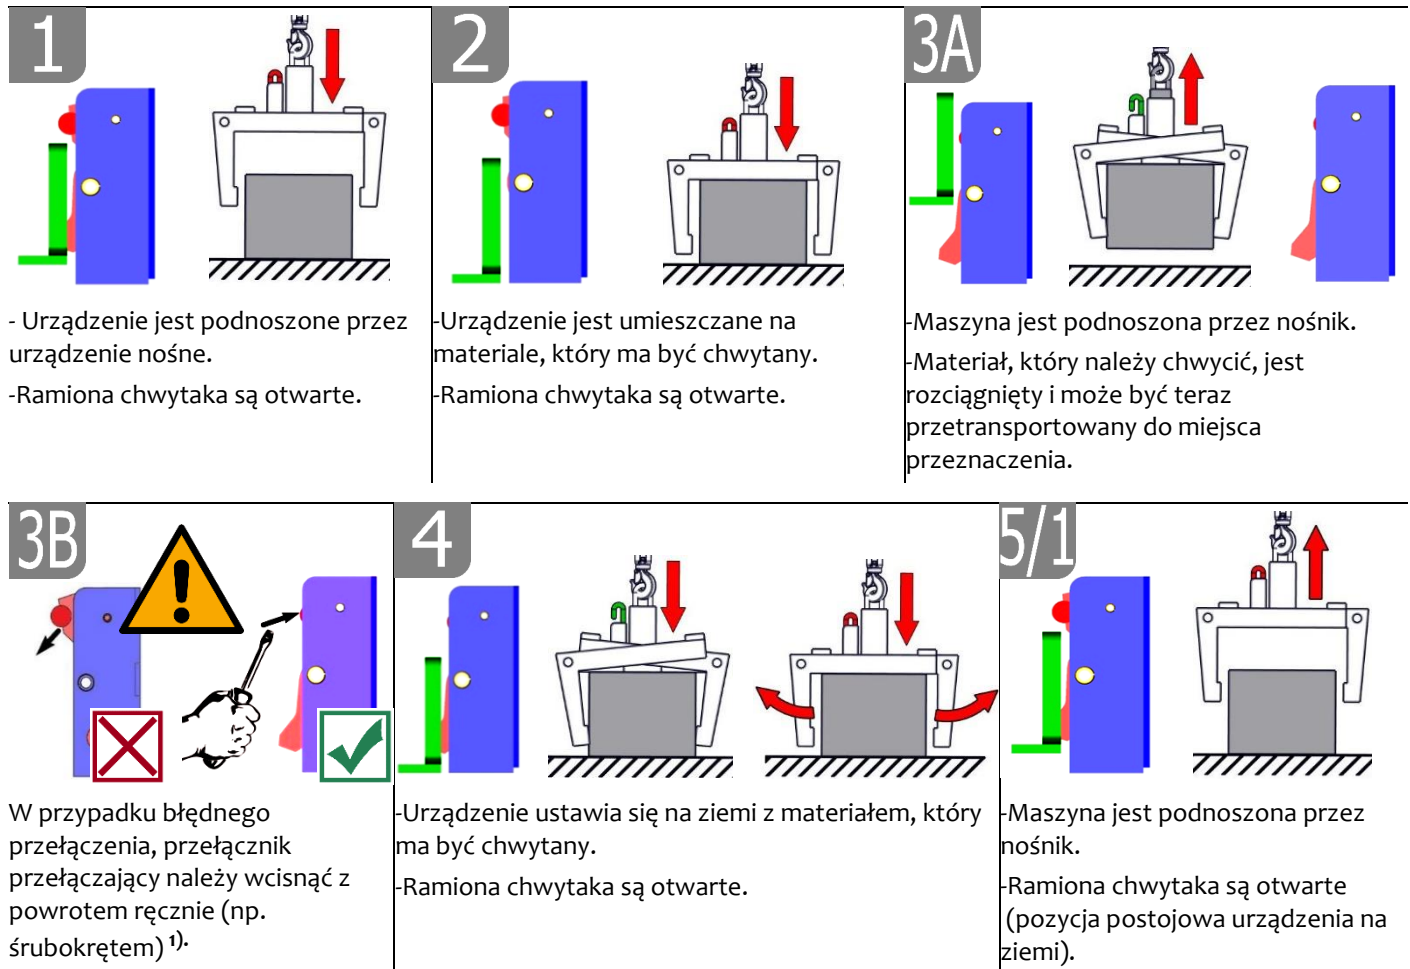

Rysunek J 1
W tym celu należy zablokować mechanizm automatycznej zmiany (2) (patrz rys. J 1).
Po ponownym uruchomieniu maszyny (podnoszenie cegieł w kształcie litery L) należy najpierw odblokować mechanizm automatycznej wymiany (2) (→ rysunek J 1).